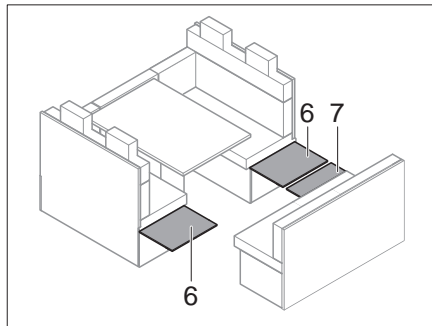

Bild 167 Seitenwände ausklappen
- Sitzkasten-Seitenwände (Bild 167,6) und Sitzkasten-Vorderwand (Bild 167,7) ausklappen.